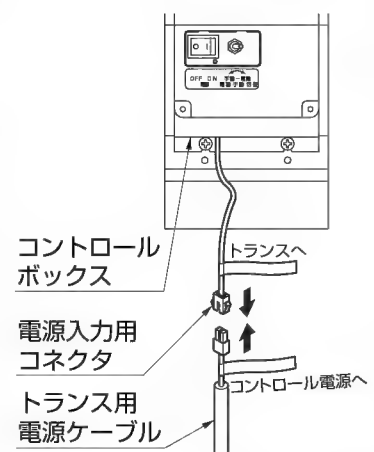

図9-7 トランス用電源ケーブルの接続
- ⑤トランス用電源ケーブルをトランス入力用コネクタに接続してください。(図9-7参照)
- ⑥電源ケーブルの接続が完了したら、電源ユニットに下キャップとコントロールカバーを取付けてください。